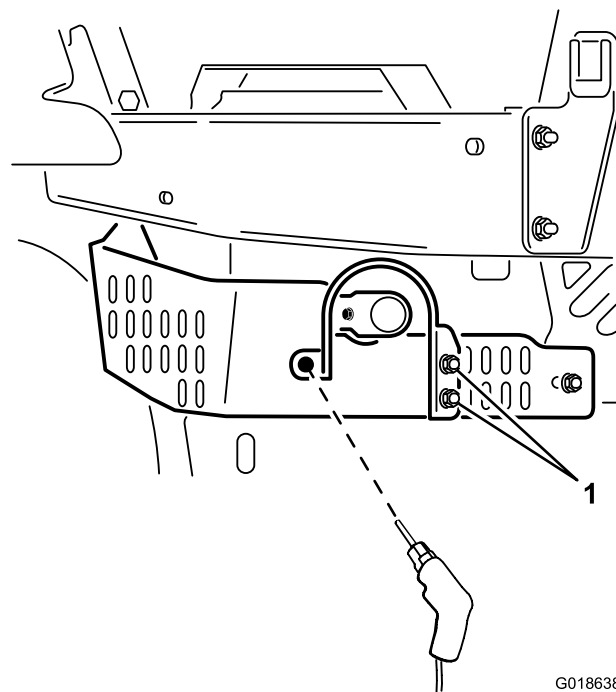

図 8
- i. 排気シールドの右フランジ穴が2つ付いている)の穴を、左下エンジンガードの一番左端の2つのスロットに合わせる 図 8。
- ii. 排気シールドの右側のフランジの下側のエッジを、エンジンガードの下側のエッジに揃える 図 8。
- iv. 排気シールドの左フランジ穴が1つ付いている)を左下エンジンガードの角部に合わせる 図 8。